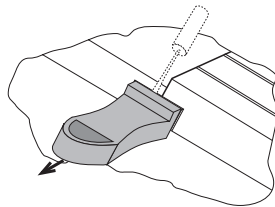

Fig. 17
- Coger el pasador y sacarlo completamente girándolo un poco (fig. 17 y 18). Al cambiar un módulo puede utilizar el pasador como extractor del módulo.